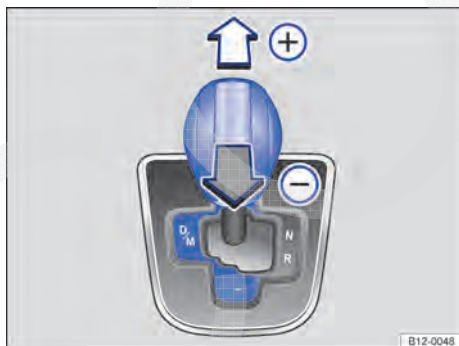

Fig. 88 Alavanca seletora na posição Tiptronic.
- Mover a alavanca seletora para frente (+) ou para trás (-) para aumentar ou reduzir a marcha → Fig. 88.